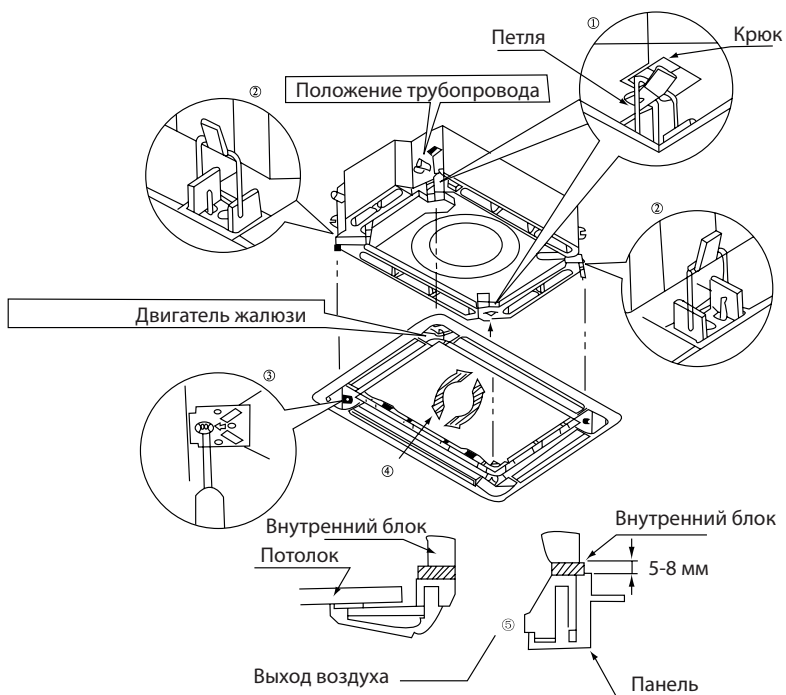

Рис. 31
4. Отрегулируйте панель в направлении, указанном стрелкой, как показано на рис. 31.